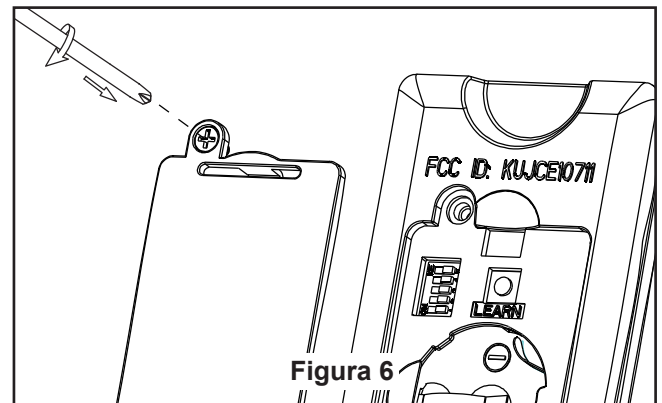

Figura 6
- 6.** Instale la unidad de luz LED en la unidad del carcasa de interruptor usando los tornillos extraídos en paso 3 y fije bien los tres tornillos. (Figura 6)
6. Vuelva a colocar la cubierta de la batería en el mando a distancia con un tornillo retirados previamente. (Figura 6)
6. En la configuración WiFi de su dispositivo inteligente, seleccione el dispositivo Fanimation_XXXXXX y vuelva a la aplicación fanSync WiFi y pulse “CONTINUAR”. (Figura 6)